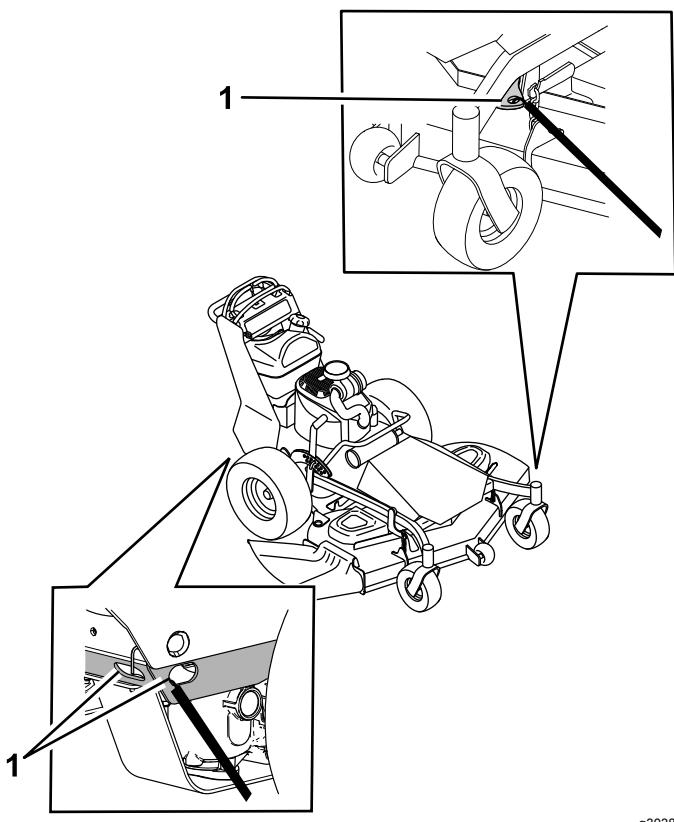

図 24
6. 前キャスタホイールおよび後部バンパーを利用して機体をロープやチェーンなどで固定する図 24。ロープ掛けや積荷固定については各地域の法令などに従ってください。